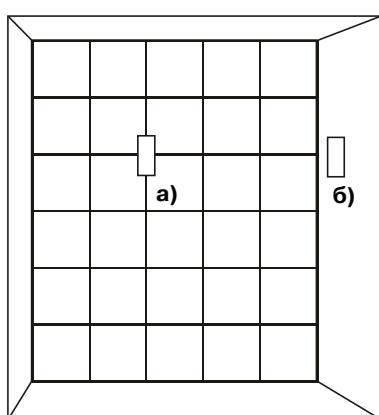

Рис.9 Защита стеклоблоков
- непосредственно на охраняемую стеклянную поверхность [рис. 9а)]. Для этого крепежное устройство удобно размещать в отверстии цементного шва, соединяющего стеклоблоки между собой, по методике установки извещателя на кирпичную или бетонную конструкцию;
- на примыкающую к охраняемой кирпичной, бетонной или стальной конструкцию [рис. 9б)] по соответствующей методике.